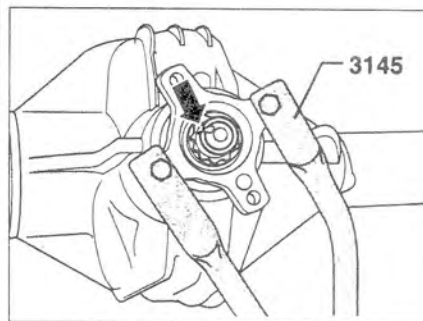

Рис. 5.100. Разблокируйте гайку (стрелка) и открутите ее.
6. Разблокируйте гайку (стрелка) и открутите ее (рис. 5.100).